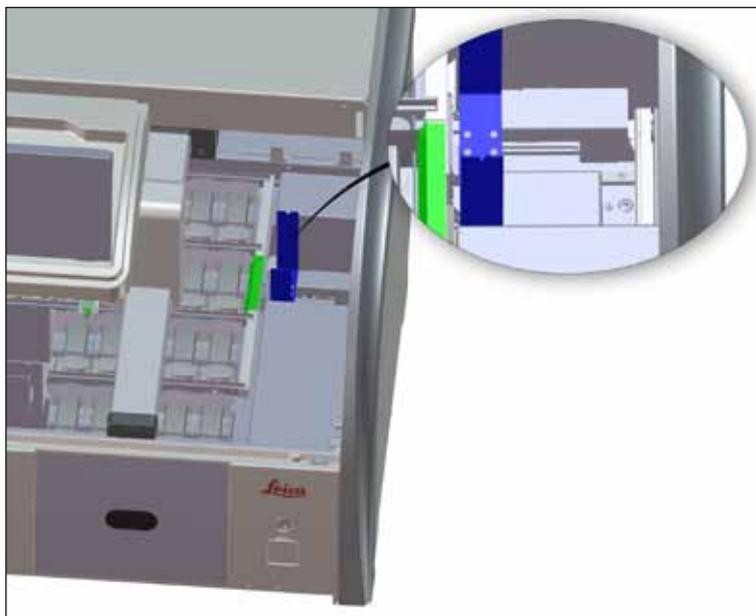

Fig. 94
- Verifique regularmente a estação de transferência (→ "Fig. 94") quanto a resíduo de reagentes e, se necessário, limpe-a usando agentes de limpeza comercialmente disponíveis com um valor de pH neutro.